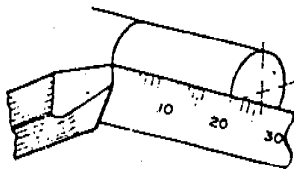
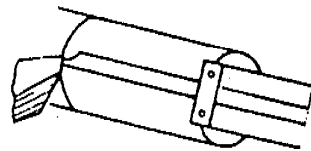

Figura 6
Figura 7
a. Desplace la herramienta hasta la longitud deseada, midiendo con regla graduada (Figura 6) o calibrador vernier (Figura 7).